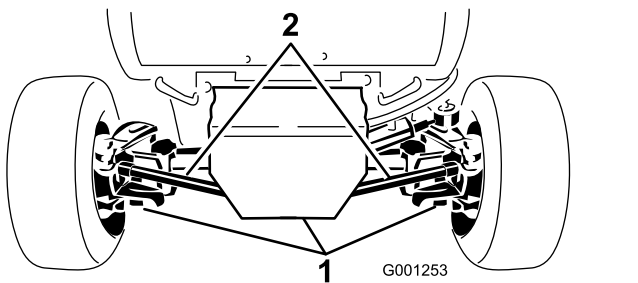

Figure 61
2. Nettoyez la surface autour des 3 bouchons de vidange (Figure 61).